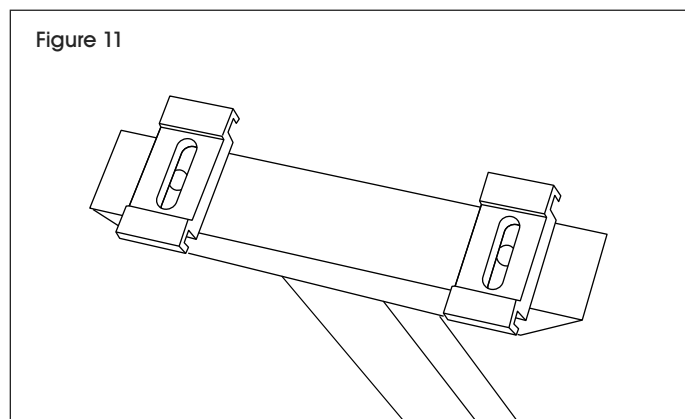

Figure 11
6. Sur le cadre, fixez une attache à chaque trou des renforts de banc et de pied. Pour les renforts de pied, utilisez les trous intermédiaires. Les cavités au centre des attaches doivent être orientées vers le haut et à l'horizontale. Insérez un boulon de carrosserie de 5/16 po à travers chaque attache et chaque cadre, puis fixez lâchement un écrou. (Voir Figures 11 et 12)